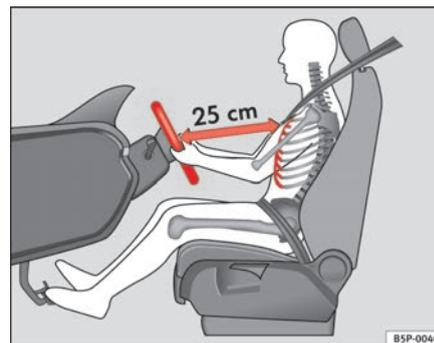

Fig. 133 Posizione corretta sul sedile di guida
- Posizionare il volante nel modo desiderato ⇒ fig. 133.
- Regolare il sedile del conducente o la posizione del volante in modo tale che la distanza tra il volante stesso e lo sterzo del conducente sia di almeno 25 cm ⇒ pag. 166, fig. 133. Se la distanza minima non viene rispettata, l'efficacia del sistema degli airbag si riduce, con gravi rischi per l'incolumità delle persone (non escluso quello di morte).